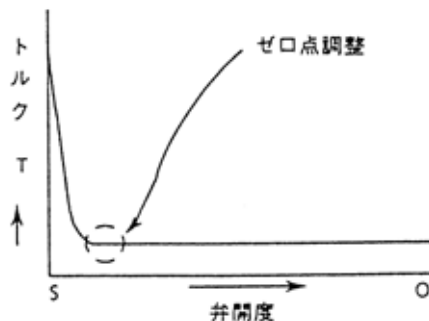

図 6 . 12
- (4) ロータリーバルブで締切時のトルクの大きいものはトリクが急激に小さくなる 5~10%のところでゼロ点調整を行うと楽です。(図 6 . 12)